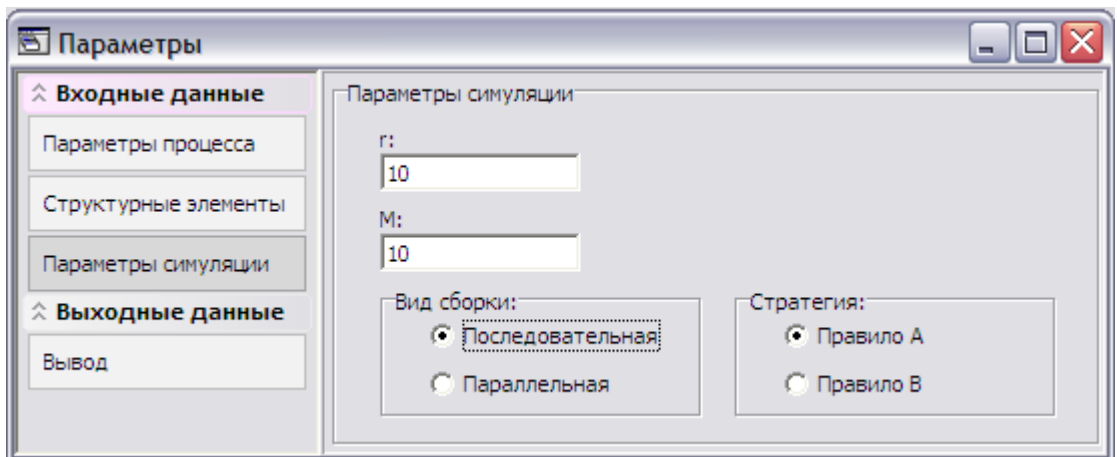

Рис. 7.8. Параметры моделирования
3) Параметры моделирования (рис. 7.8):